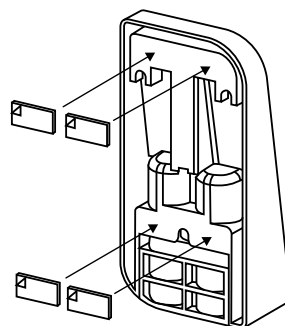

Fig. 7
- 2 Pegue las almohadillas adhesivas que se adjuntan en la posición representada en la ilustración y retire la lámina de soporte (Fig. 7).